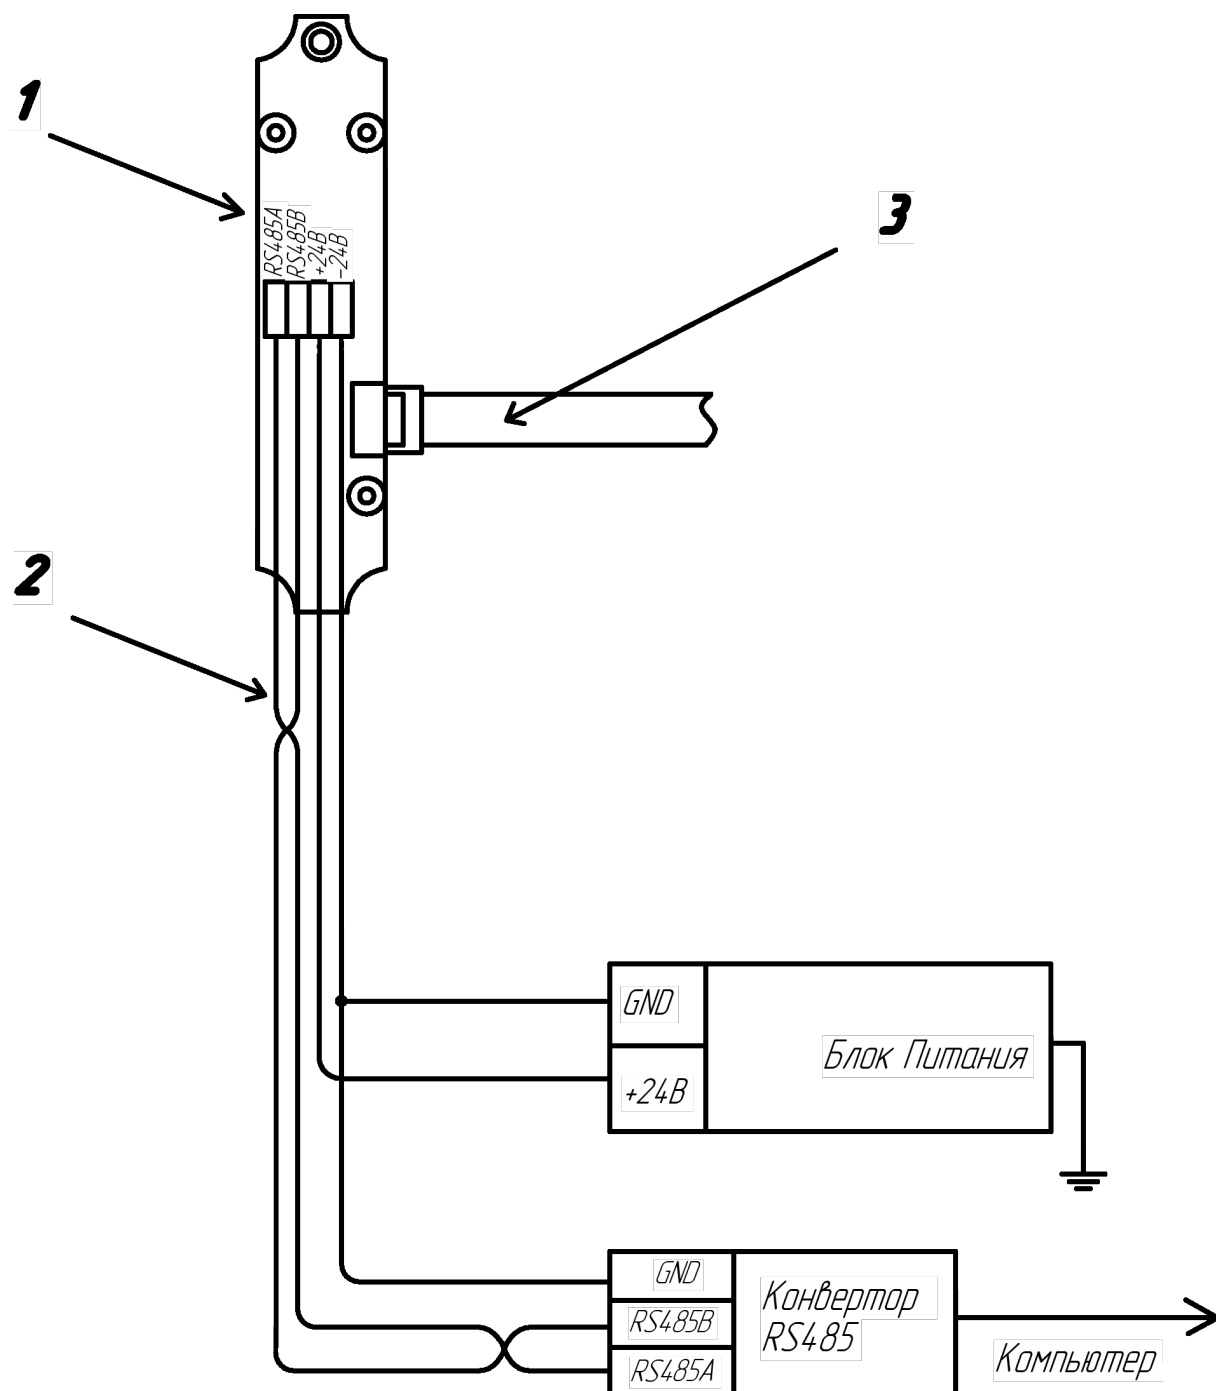
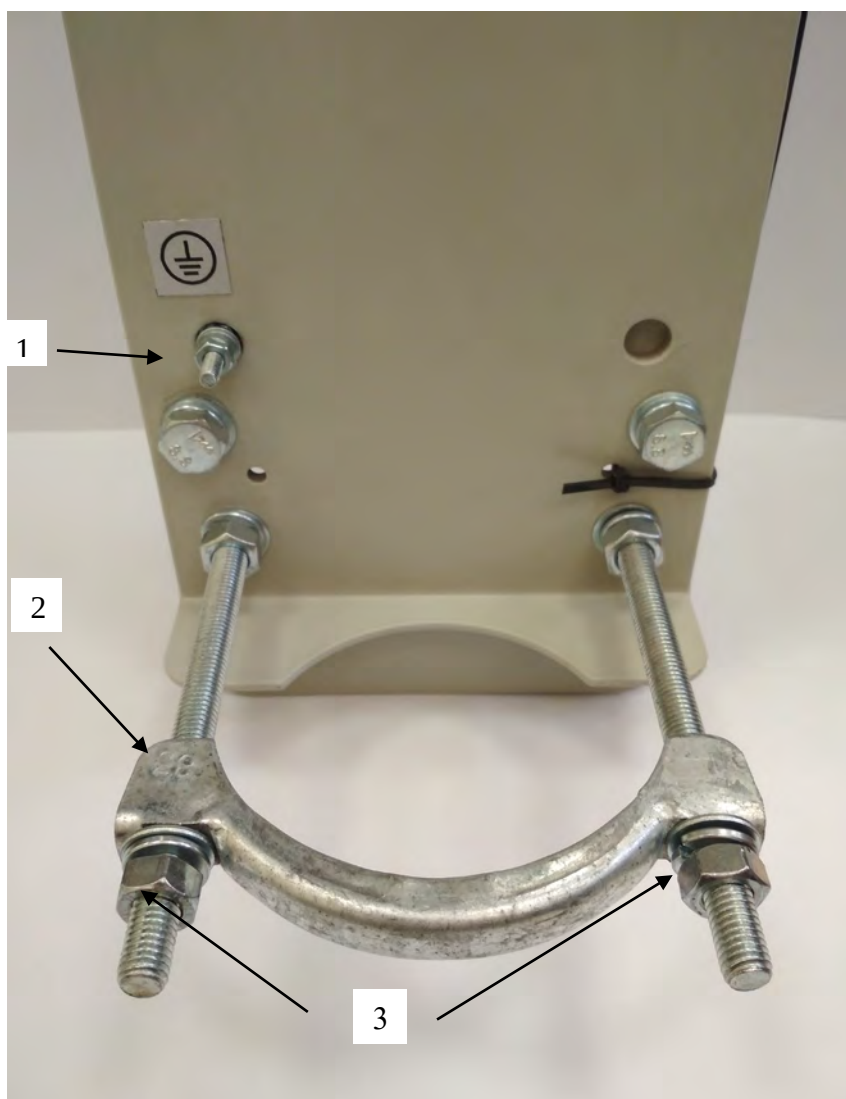

Рисунок 2 - Схема соединений ИПСЭС с компьютером
Рисунок 3 - Узел крепления ИПСЭС к мачте
3.1.2 Открутить 4 винта поз.6 рис. 1 и снять крышку МЭ. Отключить соединительный кабель поз. 3 рис. 2 от коммутационной платы поз.1. Вставить кабель поз.2 в кабельный ввод крышки поз. 8 рис. 1, соединить жилы кабеля с установленными в коммутационной плате, на крышке МЭ, клеммными соединителями «+24В», «-24В», «RS485A», «RS485B».
3.1.5 Закрепить ИПСЭС в требуемом месте при помощи креплений поз. 5. Для этого установить скобы так, чтобы они охватывали мачту, установить шайбы и закрутить гайки поз.3. Подключить кабель поз.2 рис. 2 идущего от МЭ к блоку питания и входу конвертора RS485 или метеорологического комплекса на соответствующие клеммы. Соединить клемму заземления поз.1 рис. 3, расположенную с обратной стороны ИПСЭС, с земляным контактом в месте установки ИПСЭС.